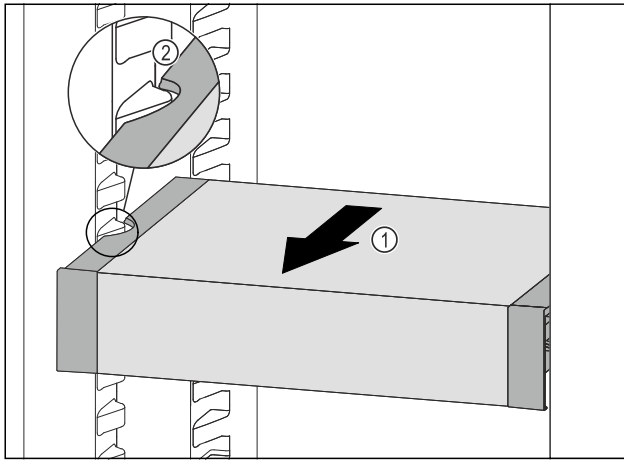

Fig. 114
- VarioSafe nach vorne ziehen Fig. 114 (1), bis sich die seitlichen Aussparungen des VarioSafes auf Höhe der Behälterrippe im Kühlteil befinden. Fig. 114 (2)